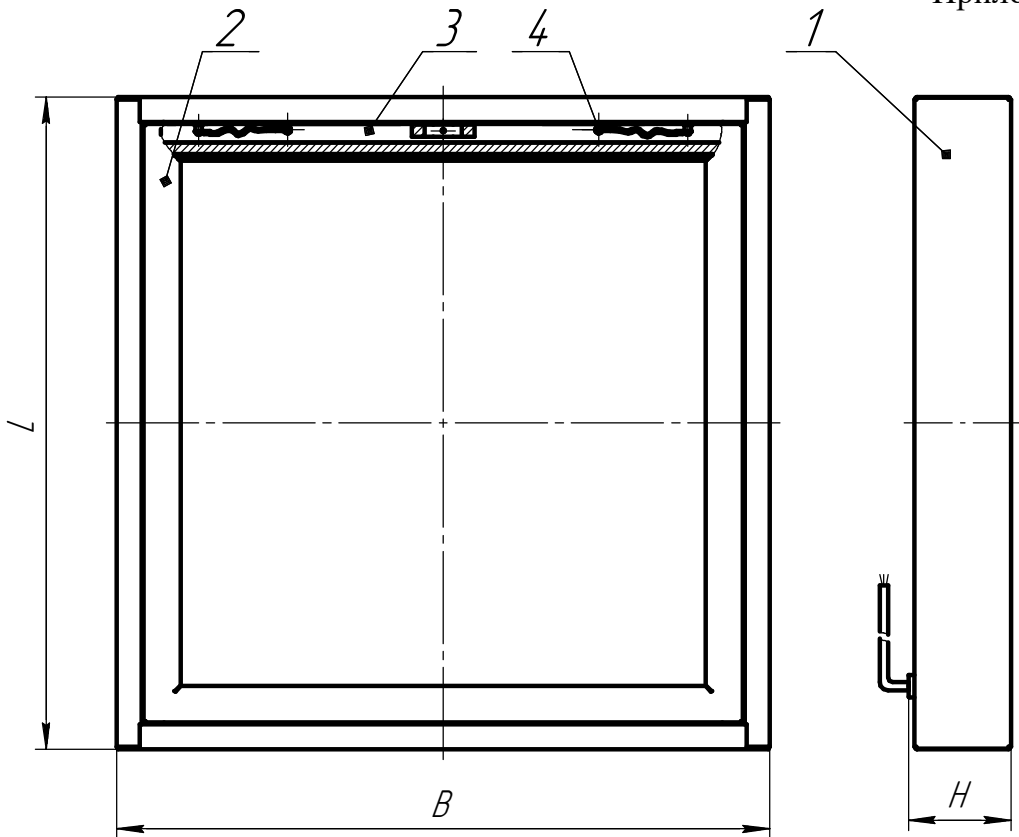

Рис.1 Общий вид светильника.
4.1 Светильник состоит: из корпуса в сборе поз.1, в котором размещена электрическая схема; обечайки декоративной поз.2, обечайки в сборе поз.3 которая закреплена на корпусе в сборе при помощи фиксирующих винтов поз.4 рисунок 1.
6.2. Снимите декоративную обечайку поз.2 (рис. 1)
6.3. Снимите обечайку в сборе поз.3 открутив 8 винтов поз.4 (рис. 1).
6.6. Установите обечайку в сборе поз.3 (рис. 1).
6.7. Установите декоративную обечайку поз.2 (рис. 1)